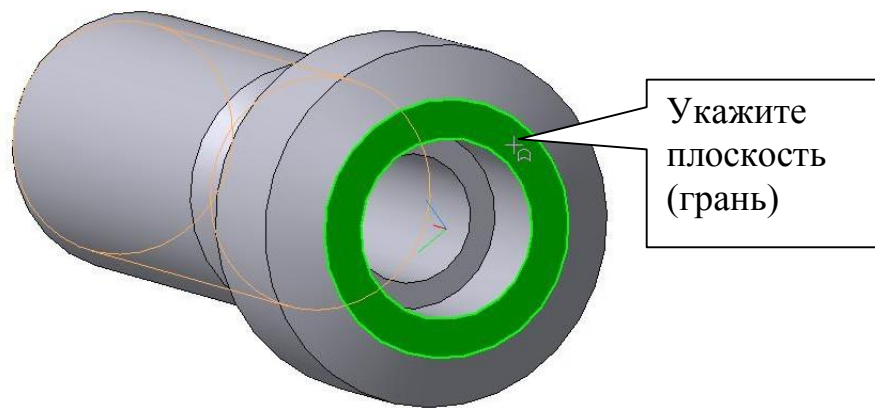
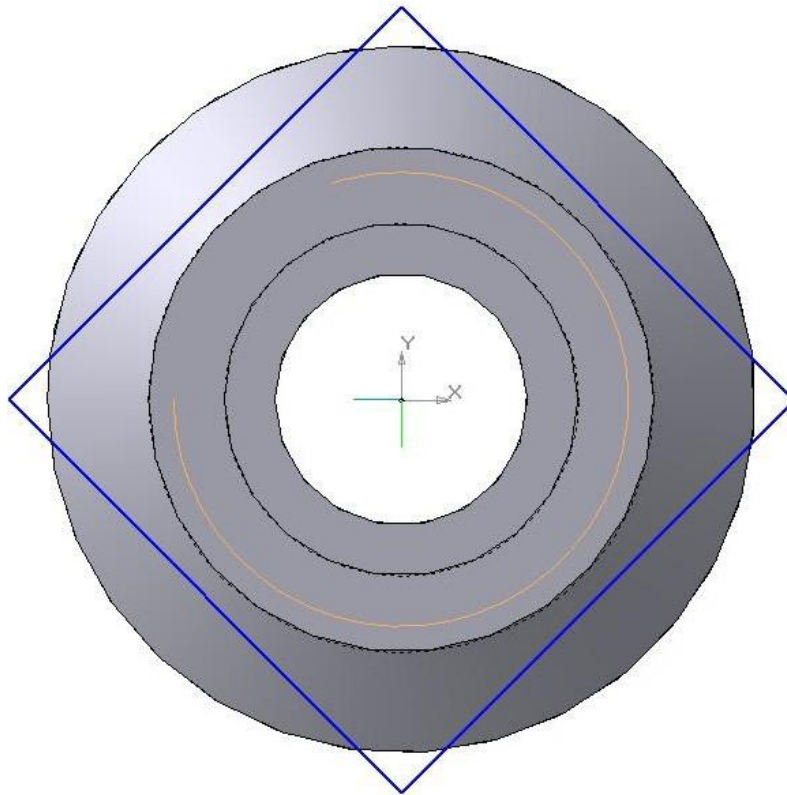

Рис. 7
Рис. 8
3. Для выполнения призматической поверхности укажите курсором правую торцевую плоскость, рис. 7, ориентация – **Нормально к...**, рис. 8.
Нажатием кнопки **Эскиз**  перейдите в режим редактирования эскиза и постройте квадрат по вписанной окружности радиусом 11 мм и углом 45°, рис. 8.